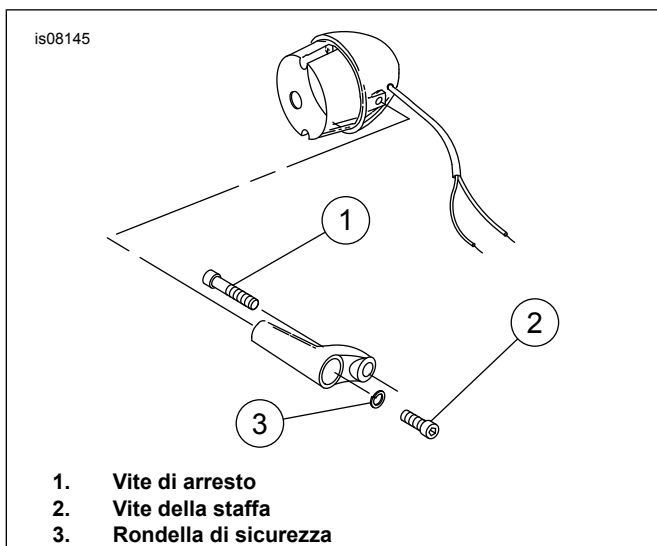

Figura 1. Montaggio dell'indicatore di direzione sulla piastra superiore della forcella
- Vedere Figura 1. Rimuovere la vite di arresto sulla canna della forcella che fissa l'indicatore di direzione di destra alla piastra della forcella. Eliminare la vite.